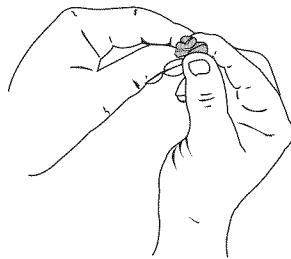

Fig. 17
- Apriete el filtro para esparcir y retirar el exceso de aceite (Fig. 17).